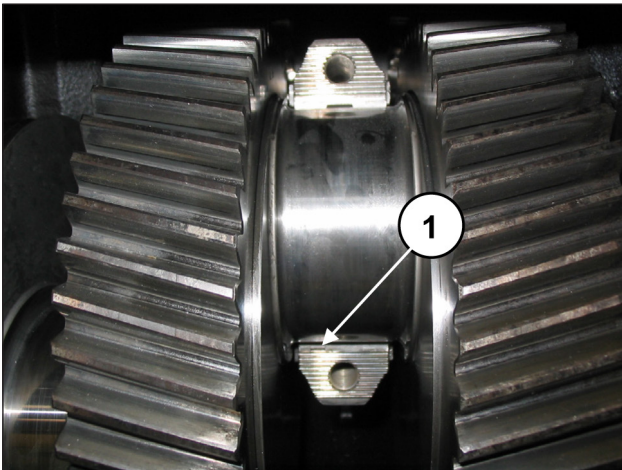

Fig. 81
Pour monter correctement les demi-coussinets, s'assurer que la languette de repère des demi-coussinets se trouve dans son logement sur la demi-bielle (rep. ①, Fig. 81).